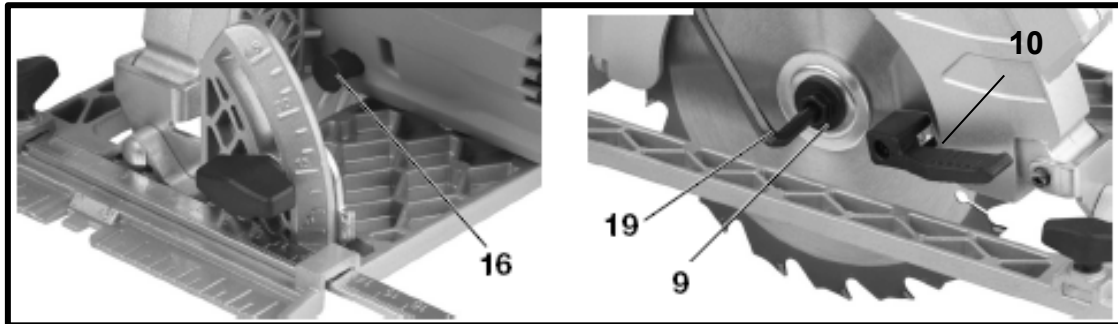

Рис.13
6.10. Замена пильного диска (Рис.13).
- Нажмите кнопку блокировки шпинделя (16) Рис.13 и, удерживая ее нажатой, шестигранным ключом (19) отверните монтажный фланец (9) в направлении против часовой стрелки.
- Вытяните нижнее ограждение режущего диска с помощью рычага (10) назад и крепко удерживайте его в этом положении.